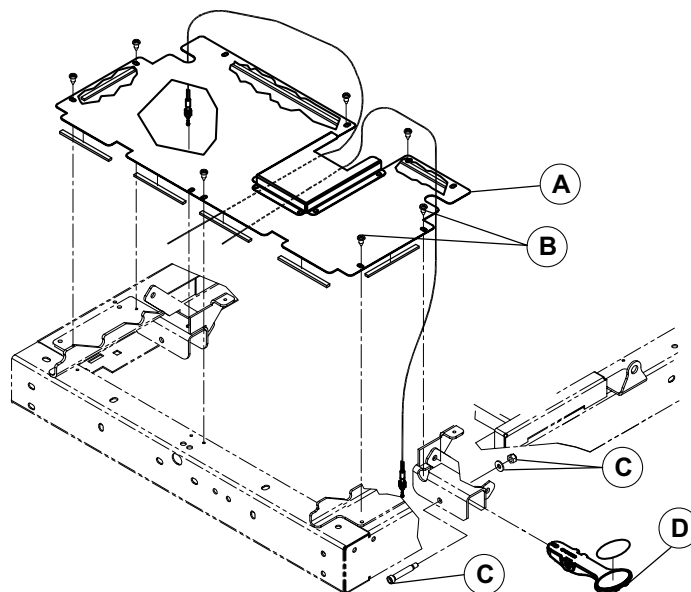

Figure 23 – Levier d'activation de la section tête
4. À l'aide d'un tournevis cruciforme n° 2, retirer les neuf vis (B) qui fixent la plaque de protection (A) au châssis du plan de couchage (Figure 23). Conserver les vis.
5. À l'aide de deux clés mixtes de 7/16 po, desserrer les deux écrous qui fixent le câble au levier d'activation (D) (Figure 23). Retirer le câble du levier d'activation. Conserver le câble et les écrous.
6. À l'aide d'une clé hexagonale de 5/32 po et d'une clé mixte de 7/16 po, retirer le contre-écrou, la rondelle et la vis à épaulement (C) qui fixent le levier d'activation au châssis du plan de couchage (Figure 23). Retirer et jeter le levier d'activation. Conserver le contre-écrou, la rondelle et la vis.